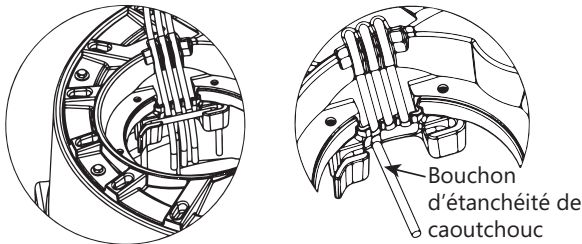

Figure 11. Bien assurer l'étanchéité des cordons, derrière la tige QuickTree
**Système intégré d'étanchéité des cordons :** Il est important d'assurer adéquatement l'étanchéité des cordons du moteur de la pompe, de l'interrupteur à flotteur et de l'alarme facultative dans les tuyaux d'étanchéité spécialement conçus situés sous le couvercle d'accès. Une bonne étanchéité est nécessaire pour que les émanations d'égout ne s'échappent pas du système. Placer les cordons solidement en place dans les tuyaux de caoutchouc, tel qu'illustré à la Figure 11 en prenant soin d'éviter que les cordons n'aient trop de jeu dans le système.
**IMPORTANT :** trois tuyaux à cordons sont fournis. Dans le cas des systèmes sans alarme facultative, seuls deux canaux seront utilisés et le troisième doit être bouché à l'aide d'un bouchon d'étanchéité de caoutchouc fourni. Voir la Figure 11 [droite]. S'il y a un cordon d'alarme, les trois canaux serviront. Tous les joints d'étanchéité en caoutchouc du couvercle sont fixés de manière permanente et n'ont pas besoin d'être remplacés.